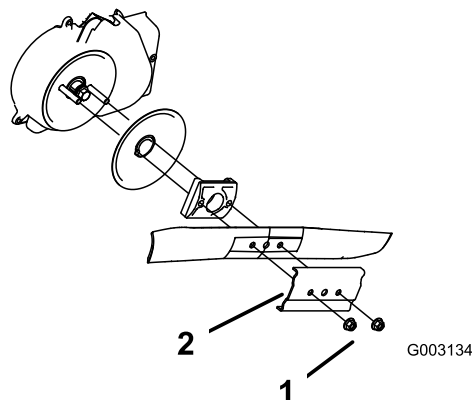

Figura 38
3. Retire las 2 tuercas de la cuchilla y el refuerzo (Figura 38).
4. Retire la cuchilla (Figura 38).
5. Instale la cuchilla nueva (Figura 38).